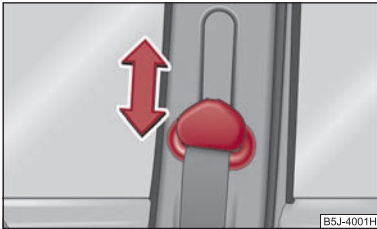

Abb. 4 Vordersitz: Gurthöheneinstellung
- Zum Einstellen drücken Sie auf den Umlenkbeschlag und verschieben ihn nach oben bzw. unten ⇒ Abb. 4.